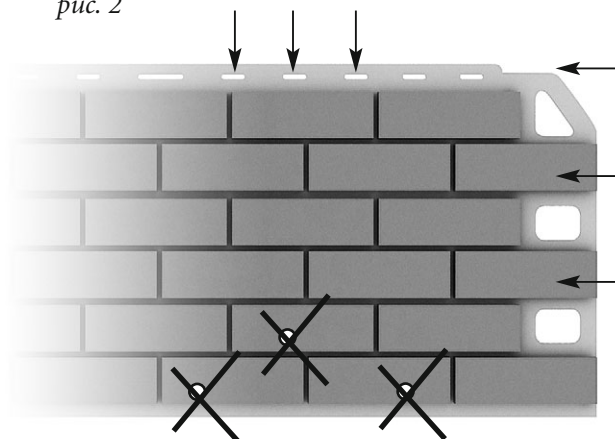

рис. 3
6. Фасадные панели и все комплектующие к ним должны крепиться на обрешетку только через специально предназначенные для этого пазы (рис. 3). Ни в коем случае не пытайтесь самостоятельно проделать отверстия, это может привести к нарушению физической формы отделочных материалов.